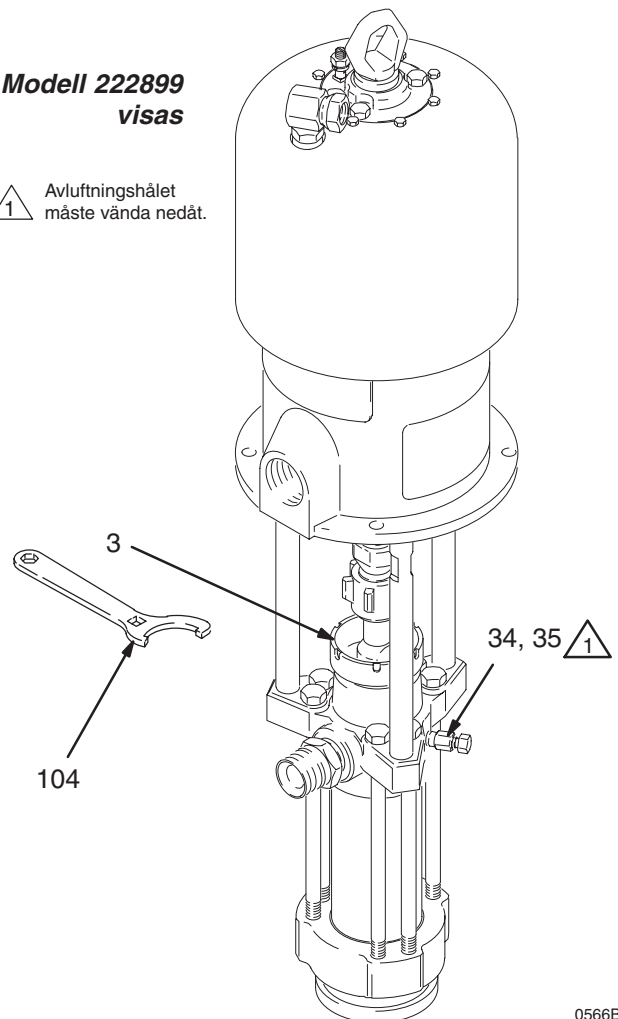

Fig. 5
Före start ska tätmuttern (3) fyllas till en tredjedel med Graco tätstäningsvätska (TSL) eller motsvarande lösning. Se Fig. 5.
4. Öppna luftningspluggen (35) något om inte pumpen luftas ordentligt. Använd luftningshålet på undersidan av luftningsventilen (34) som luftningsventil tills vätska tränger ur hålet. Se Fig. 5. Stäng pluggen (35).
**OBSERVERA:** Om vätskebehållare ska bytas med slang och pistol luftade, ska avluftningspluggen (35) öppnas för att underlätta luftning av pumpen och för att släppa ut luft innan den kommer in i slangen. Stäng pluggen när luften avlägsnats.
9. Öppna luftningspluggen (35) något om inte pumpen luftas ordentligt. Använd luftningshålet på undersidan av luftningsventilen (34) som luftningsventil tills vätska tränger ur hålet. Se Fig. 5. Stäng pluggen (35).